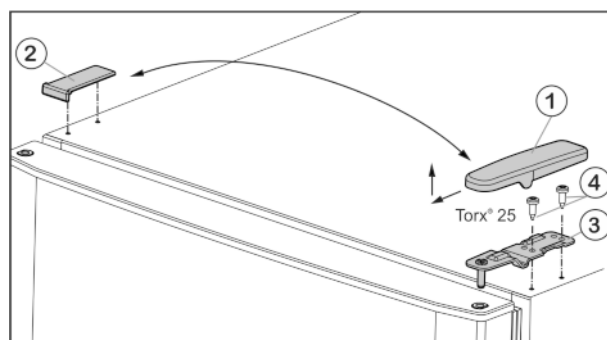
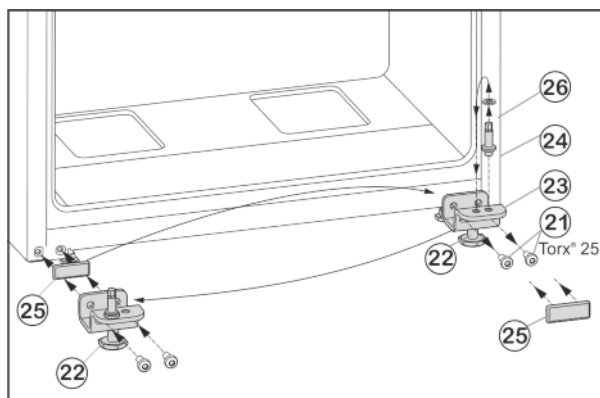

Fig. 5
Fig. 7
- ▶ Wyjąć osłonę Fig. 5 (1) do przodu i do góry.
- ▶ Podnieść osłonę Fig. 5 (2).
- ▶ Odkręcić górną płytkę zawiasu *Fig. 5 (3)* (2 razy Torx® 25) *Fig. 5 (4)* i wyjąć ją do góry.
- ▶ Odkręcić śruby mocujące *Fig. 7 (21)*.
- ▶ Usunąć dolną płytkę zawiasu *Fig. 7 (23)*, wraz z trzpieniem zawiasu *Fig. 7 (24)*, podkładką *Fig. 7 (26)* i nóżką *Fig. 7 (22)*.
- ▶ Odkręcić cały trzpień zawiasu *Fig. 7 (24)* z podkładką *Fig. 7 (26)*, przełożyć do przeciwległego otworu mocującego płytki zawiasu i tam dokręcić.
- ▶ Ostrożnie zdjąć płytkę osłaniającą *Fig. 7 (25)* i przełożyć na przeciwną stronę.
- ▶ Całą dolną płytkę zawiasu *Fig. 7 (23)* wraz z trzpieniem zawiasu *Fig. 7 (24)*, podkładką *Fig. 7 (26)* i nóżką *Fig. 7 (22)* ponownie przykręcić po nowej stronie zawiasu, ew. przy użyciu wkrętarki akumulatorowej (**z siłą 4 Nm**).
- ▶ Założyć dolne drzwi od góry na sworzeń zawiasu *Fig. 7 (24)*.
- ▶ Środkową płytkę zawiasu (13) obrócić o 180° włożyć w dolne drzwi i przykręcić po nowej stronie zawiasu za pomocą śrub mocujących (11) (2 x Torx® 25) (**z siłą 4 Nm**).
- ▶ Ponownie założyć podkładkę z tworzywa sztucznego (10).
- ▶ Założyć górne drzwi na środkową płytkę zawiasu (13).
- ▶ Włożyć w drzwi górną płytkę zawiasu *Fig. 5 (3)* po nowej stronie zawiasów.
- ▶ Dokręcić górną płytkę zawiasu (**z siłą 4 Nm**) (2 razy Torx® 25) *Fig. 5 (4)*. Ewentualnie użyć wkrętarki akumulatorowej.
- ▶ Założyć osłonę *Fig. 5 (1)* od zewnątrz odpowiednio po przeciwległej stronie i zazębnić.
- ▶ Założyć osłonę *Fig. 5 (2)* od góry odpowiednio po przeciwległej stronie i zazębnić.
- ▶ Wykręcić nóżkę *Fig. 7 (22)* przy dolnej płytce zawiasu *Fig. 7 (23)*, aż będzie przylegać do podłoża.